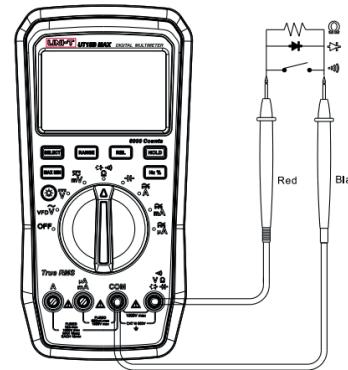

Рисунок 5
3. Измерение сопротивления / проверка целостности цепи (рисунок 5)
4. Проверка диодов (рисунок 5)